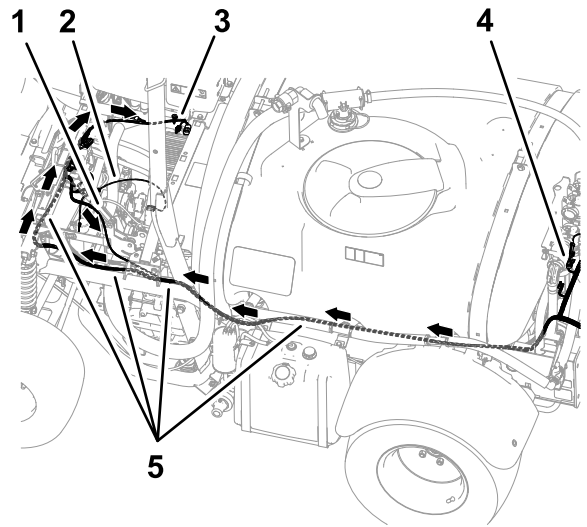
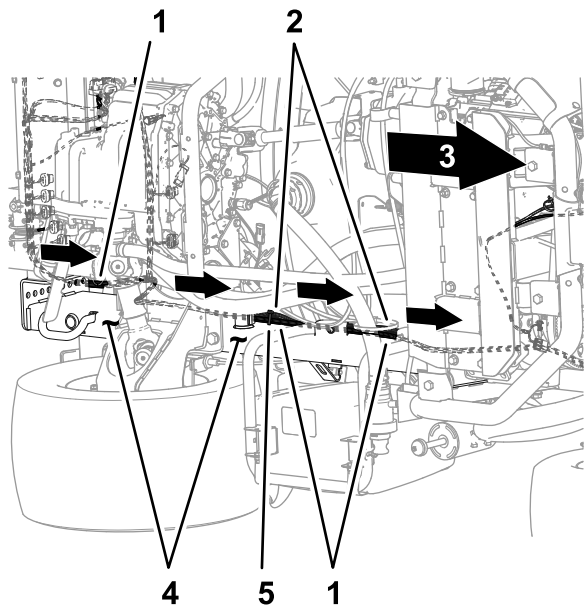
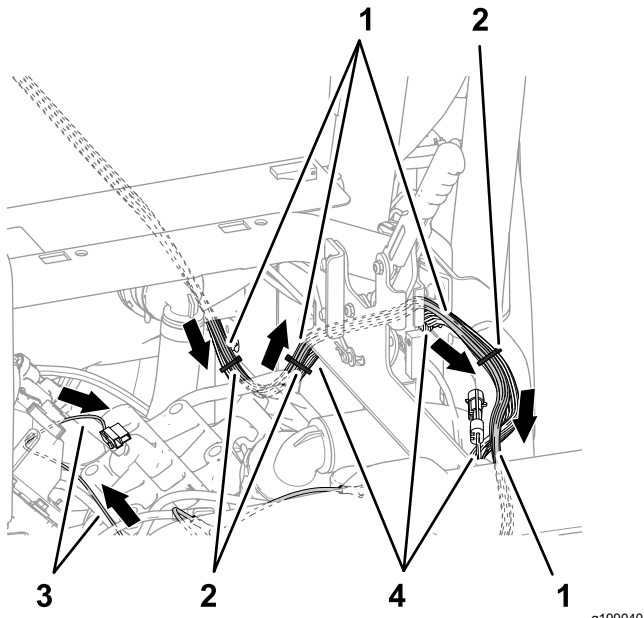
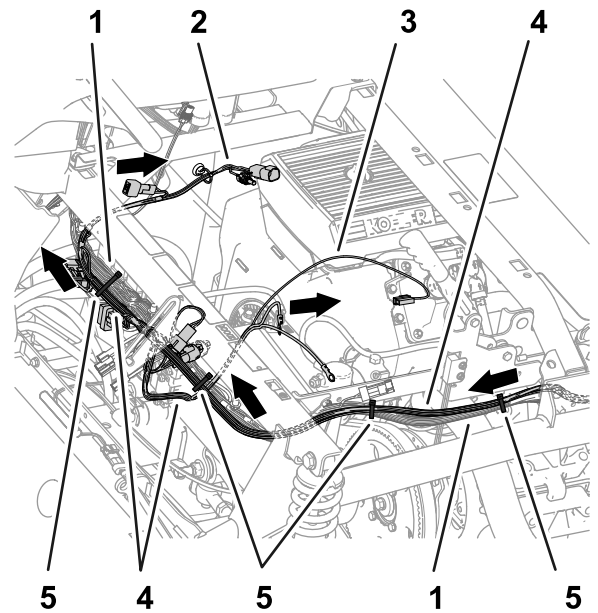

図 81
図 82
図 83
図 84
3. 84cm の枝線、60cm の枝線、66cm の枝線を、車両左側のチャンネル部材に沿って車両前方に導く図 81と図 82。
4. 84cm の枝線、60cm の枝線、66cm の枝線を、車両用ワイヤハーネスに沿って車体外方、駐車ブレーキの外側へ導く 図 83。
5. 84cm の枝線、60cm の枝線、66cm の枝線を、図 84に示すように、ショックサポートチューブに交差させる。
6. 図 82、図 83、図 84のように、キットのワイヤハーネスを車両に固定する。